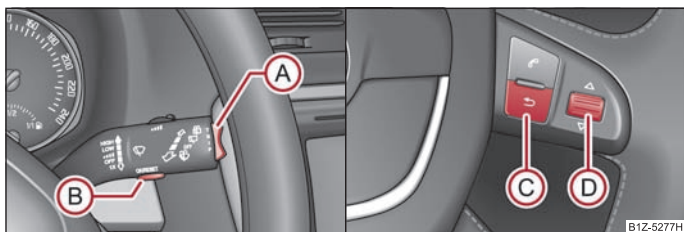

Fig. 19 Indicatorul multifuncțional: Elementele de comandă de la maneta de acționare a ștergătoarelor / elementele de comandă de pe volanul multifuncțional
Comutarea între memorii are loc de la tasta (B) ⇒ pagina 20, fig. 19 de pe maneta de acționare a ștergătoarelor sau cu ajutorul tastei (D) de pe volanul funcțional* ⇒ pagina 20, fig. 19.
Tasta basculantă **A** și tasta **B** se găsesc în maneta de acționare a ștergătoarelor de parbriz ⇒ fig. 19. Comutarea și resetarea de la volanul multifuncțional are loc de la roțița **D** ⇒ fig. 19.
Când temperatura scade sub +4 °C, în fața valorii temperaturii apare simbolul unui fulg de nea (avertizare pentru polei) și se emite un semnal sonor de avertizare. După apăsarea tastei basculante **A** de pe maneta ștergătoarelor ⇒ fig. 19, resp. a tastei **C** de pe volanul multifuncțional ⇒ fig. 19, se afișează funcția care a fost afișată ultima dată. ▶
Pe ecran apare durata de deplasare de la ultima ștergere a memoriei. Dacă doriți să cronometrați timpul de deplasare de la un anumit moment înainte, trebuie să resetați memoria pe zero în acel moment, apăsând tasta **(B)** de pe maneta ștergătoarelor ⇒ pagina 20, fig. 19 sau a rotiței **(D)** de pe volanul multifuncțional* ⇒ pagina 20, fig. 19 mai mult de 1 secundă.
Dacă doriți să măsurați consumul de combustibil mediu pentru o anumită perioadă de timp, la începutul măsurării trebuie să resetați memoria pe zero, de la tasta **(B)** de pe maneta ștergătoarelor de parbriz ⇒ pagina 20, fig. 19 sau de la rotița **(D)** de pe volanul
multifuncțional* ⇒ pagina 20, fig. 19. După ștergere, în primii 100 metri, pe display se vor afișa linii.
Pe display apare distanța parcursă de la ultima ștergere a memoriei ⇒ pagina 19. Dacă doriți să calculați distanța parcursă dintr-un anumit moment înainte, trebuie să resetați memoria pe zero în acel moment, apăsând tasta **(B)** de pe maneta ștergătoarelor ⇒ pagina 20, fig. 19 sau a rotiței **(D)** de pe volanul multifuncțional* ⇒ pagina 20, fig. 19.
Pe display apare viteza medie în km/h de la ultima ștergere a memoriei ⇒ pagina 19. Dacă doriți să calculați viteza medie pentru o anumită perioadă de timp, la începutul măsurării trebuie să resetați memoria pe zero, de la tasta **(B)** de pe maneta ștergătoarelor ⇒ pagina 20, fig. 19 sau de la roțița **(D)** de pe volanul multifuncțional* ⇒ pagina 20, fig. 19.
- Apăsați tasta **(B)** de pe maneta ștergătoarelor ⇒ pagina 20, fig. 19 sau roțița **(D)** de pe volanul multifuncțional* ⇒ pagina 20, fig. 19. Pe afișajul informativ* se afișează **Speed warning 50 km/h (Avertizare la 50 km/h)**.
Viteza dorită poate fi reglată și în pași de câte 5 km/h, prin apăsarea tastei **(A)** de pe maneta ștergătoarelor ⇒ pagina 20, fig. 19 sau prin rotirea rozetei **(D)** de pe volanul multifuncțional* ⇒ pagina 20, fig. 19. Confirmați viteza reglată apăsând tasta **(B)** de pe
maneta ștergătoarelor ⇒ pagina 20, fig. 19 sau roțița **(D)** de pe volanul multifuncțional* ⇒ pagina 20, fig. 19.
Dacă veți depăși această limită de viteză, pe display se va afișa **Speed 50 km/h exceeded (Depășire viteză 50 km/h)**. Acest anunț rămâne afișat până când reduceți viteza sub limita setată, sau până când dezactivați anunțul apăsând tasta **(B)** de pe maneta ștergătoarelor ⇒ pagina 20, fig. 19 sau roțița **(D)** de pe volanul multifuncțional* ⇒ pagina 20, fig. 19.